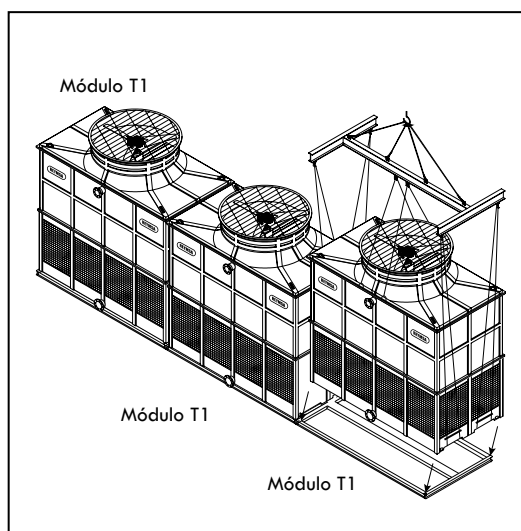

Figura A-102: Levantamiento del último módulo T1 en una torre modular (RTGM-B-S y RTGMTC-C2-S)
- C. Levante e instale el último módulo, el cual debe tener entradas de aire por tres de sus lados (dos lados largos y uno corto). Ver Figura A-102 como referencia.